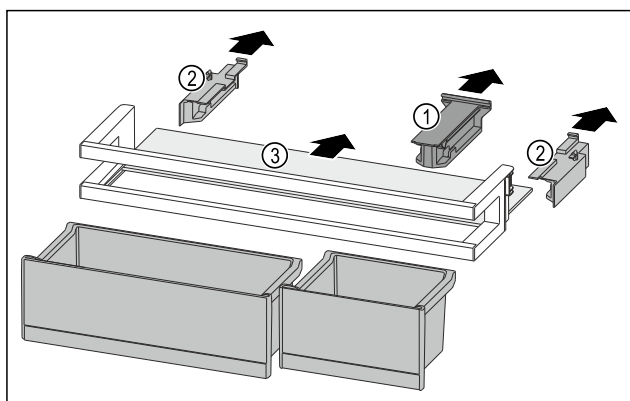

Fig. 232
- ▶ Halteteil Fig. 232 (1) abziehen.
- ▶ Seitenteile Fig. 232 (2) abziehen.
- ▶ Abstellfläche Fig. 232 (3) entnehmen.